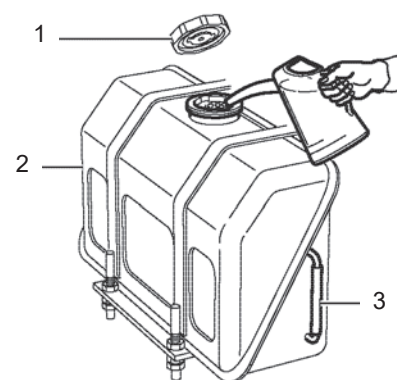

Рис.21
3. Следите за указателем уровня топлива (3, Рис. 21) и прекратите заправку, когда указатель покажет, что топливный бак полон. Никогда не переполняйте топливный бак.
4. Установите крышку топливного бака (1, Рис. 21), затяните ее вручную. Чрезмерное затягивание крышки топливного бака приведет к ее повреждению.